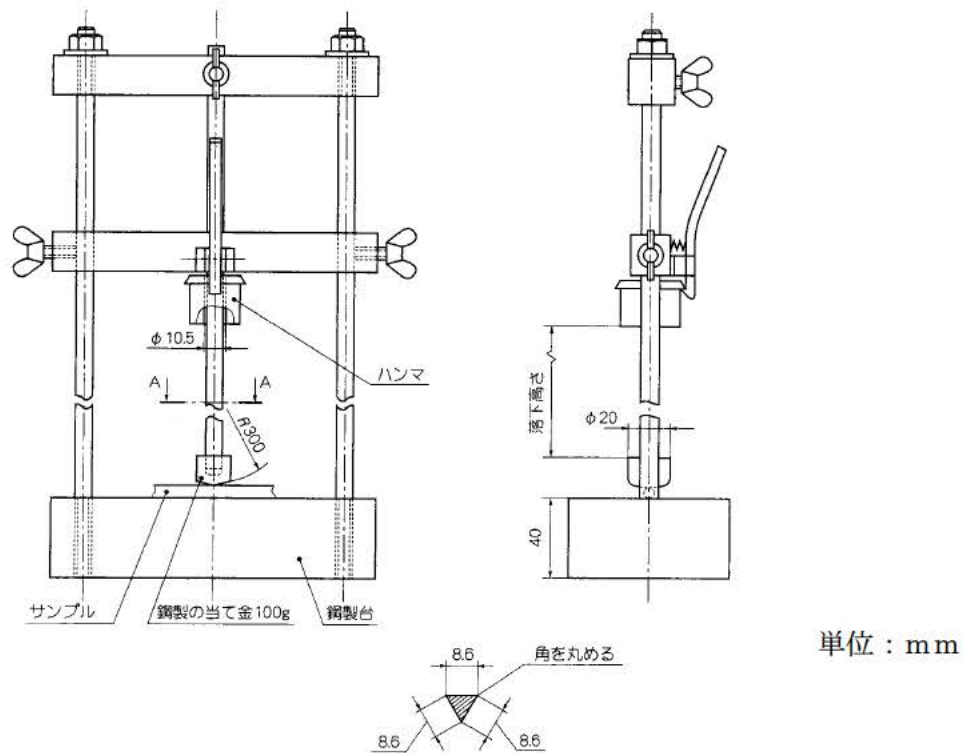

図1 衝撃試験装置
- (1) 試験は12個のサンプルについて行います。
- (2) 試験装置は、図1に示すものを使用し、この装置のおもりの質量は $2.0\text{kg}^{+1}_0\%$ とし、落下高さは $100\pm 1\text{mm}$ とします。
- (3) 冷蔵庫にてサンプルを $-25\pm 2^\circ\text{C}$ の温度に2時間、又はサンプルが規定の温度に達するか、いずれか長い方の時間が経過した後に冷蔵庫から取り出してから10秒以内にサンプルを試験装置の鋼製台の上に置き、おもりを1回落下させます。
- (4) 試験は、サンプルの最も弱い部分で行いますが、電線管接続口の端部より5mm以内の箇所には衝撃を加えないものとします。